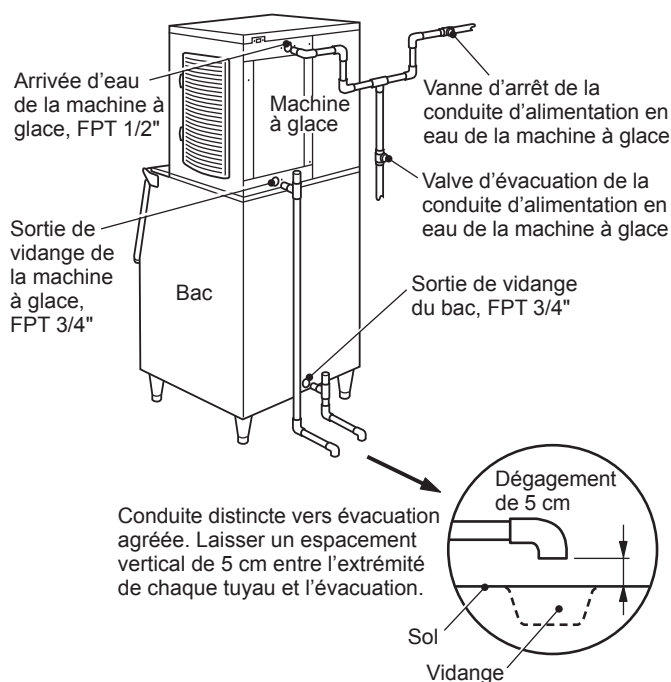

Fig. 6
- * Un raccord en T à évent est nécessaire au flux de vidange correct. Voir fig. 6.
- * La conduite de vidange de la machine à glace doit être distincte de la conduite de vidange de l'appareil de distribution/du bac de stockage. Voir fig. 6.